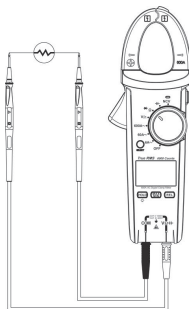

Рис.9. Проверка целостности
7.6. Проверка целостности (см. рис. 9)